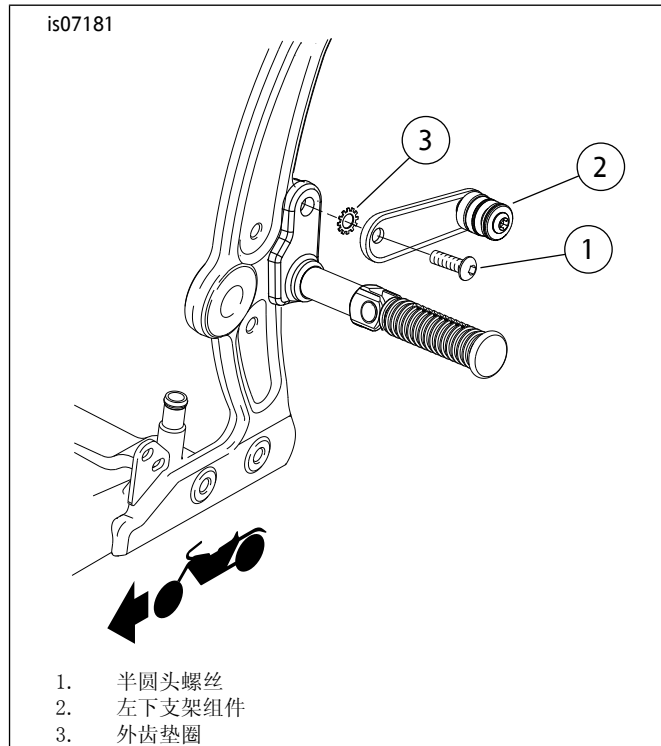

图7。左下支架组件
5. 参见图7。使用半圆头螺丝和锁紧垫圈将左下支架安装至车架。拧紧螺丝至16.3-24.4 N·m (12-18 ft-lbs)。